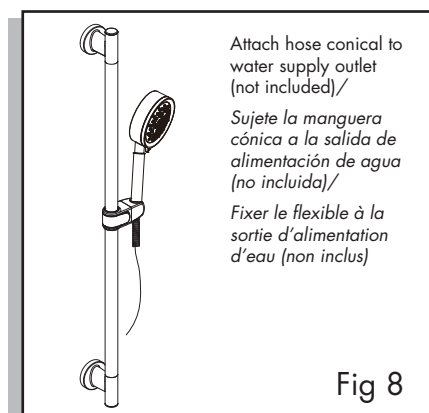

Fig 8
8. Attach one hose conical to water supply outlet (not included) and the other conical to handshower (Fig 8).
8. Sujete un extremo de la manguera cónica a la salida de alimentación de agua (no incluida) y el otro extremo de la manguera cónica a la ducha de mano (fig. 8).
8. Fixer le raccord du flexible à la sortie d'alimentation d'eau (non inclus) et l'autre extrémité du flexible à la douche à main (fig. 8).